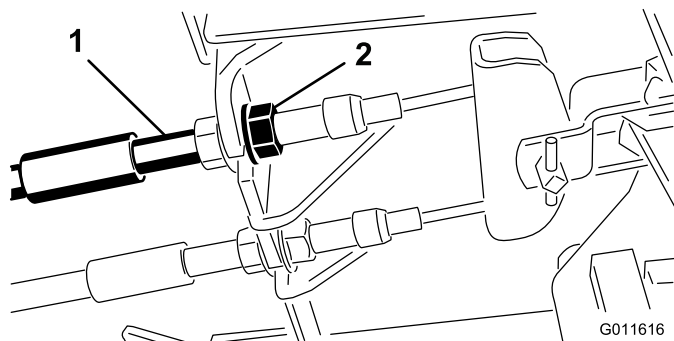

Figura 36
1. Para reducir la holgura de los pedales de freno, apriete los frenos aflojando la tuerca delantera del extremo roscado del cable de freno (Figura 36).